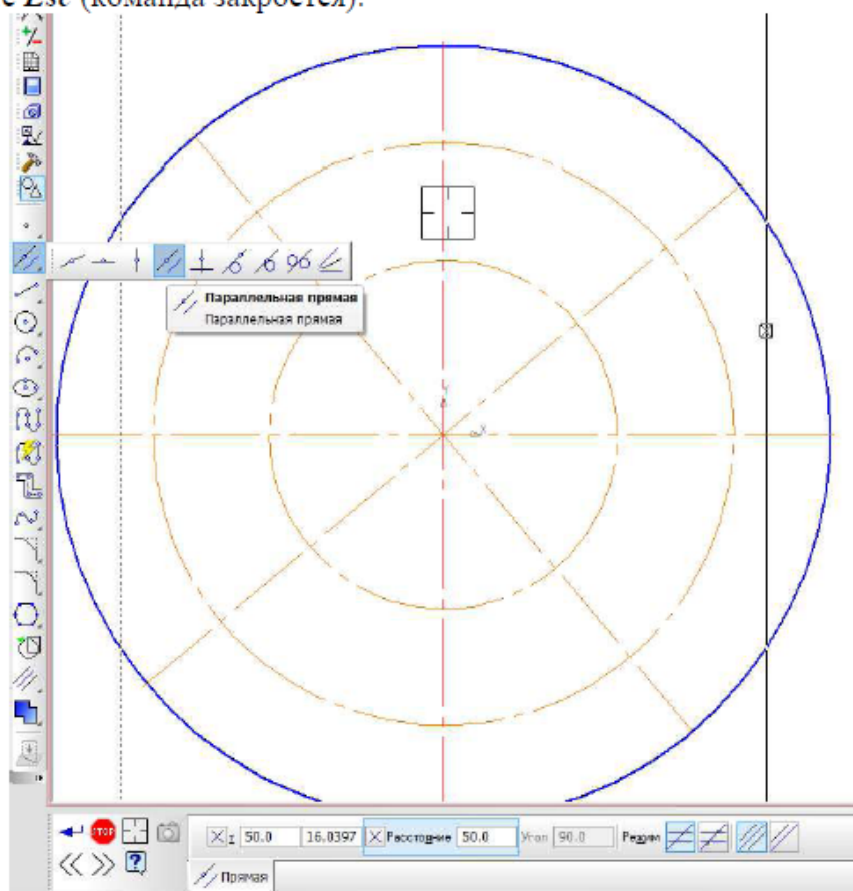

Рисунок 103 – Параллельная прямая
6.1 В панели *Геометрия* выберите команду *Параллельная прямая*, рис. 103. Наведите курсор мыши на вертикальную осевую линию и щелкните по ней один раз. Опустите курсор вниз и вбейте в ячейку "Расстояние" 50 мм, нажмите *Enter*. Затем наведите курсор мыши на появившейся фантом, (их будет два, один слева, другой справа) который справа и выберите его нажатием левой кнопки мыши, второй фантом выбирать не обязательно, нажмите *Esc* (команда закроется).